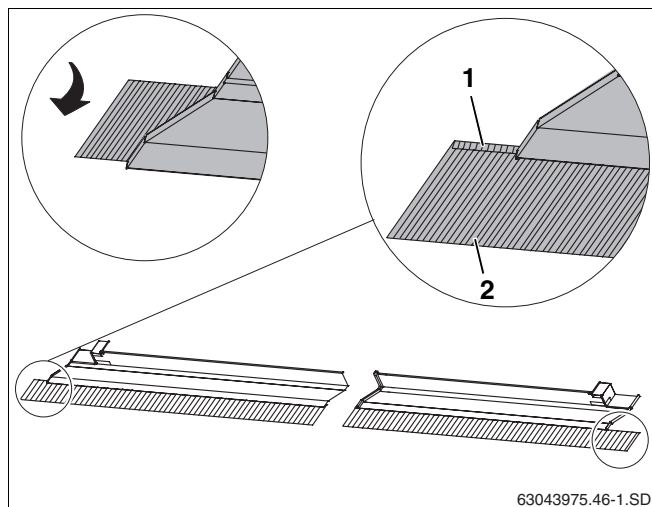

Fig. 41 Doblar las láminas de plomo
- ▶ Doble las láminas de plomo de todas las chapas protectoras hacia delante (fig. 41, **pos. 2**).
- ▶ Doble también hacia delante los extremos de las chapas protectoras exteriores situadas arriba (fig. 41, **pos. 1**).